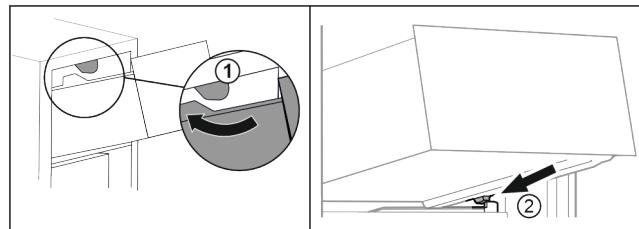

Fig. 69
- Duceți sertarul în jurul opritoarelor superioare. Fig. 69 (1)
- Așezați sertarul oblic în spatele opritoarelor inferioare pe nervura recipientului. Fig. 69 (2)